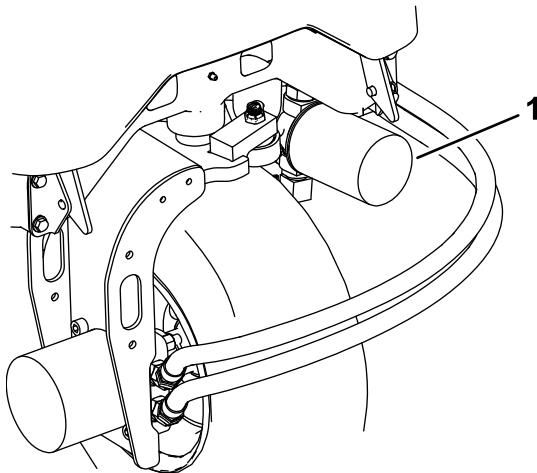
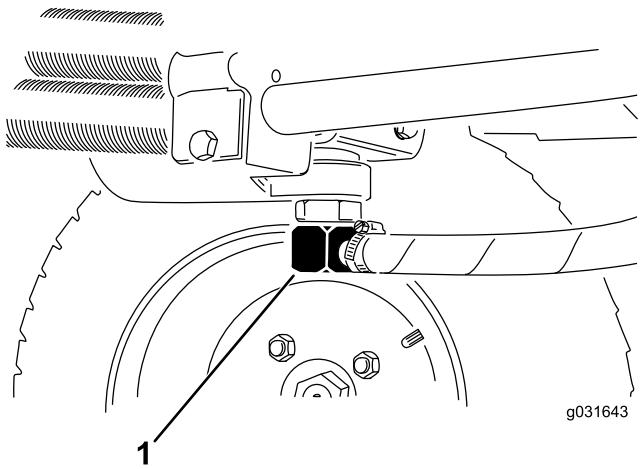

Figura 62
Figura 63
3. Limpe em torno da área de montagem do filtro, coloque um recipiente de escoamento debaixo do filtro e retire o filtro (Figura 62).
2. Desconecte as linhas hidráulicas ou retire o filtro hidráulico e deixe que o fluido hidráulico escorra para dentro de um recipiente de escoamento (Figura 62 e Figura 63).
3. Instale as linhas hidráulicas quando o fluido parar de escorrer (Figura 63).